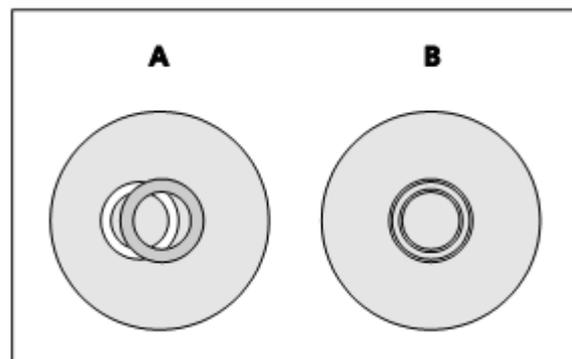

图 16 相差环中心对齐
- 按照图 16 的绘图检查相差环中心。为达到这个目的，请取下一个目镜，并使用目镜中心孔观察器代替。
- 如果有必要（图 16/A），请通过两个内六角螺丝刀 SW1.5（图 16/4）来转动相差环插板的调节螺丝（图 16/2），直到图像与图 16/B 的显示相同。